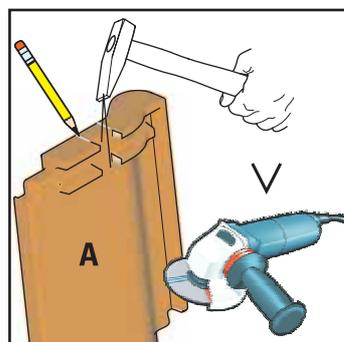

Figura 3-13 Contrassegnare i punti in cui i ganci da tetto attraversano le tegole e rimuovere le costole delle tegole
15. Staccare le costole inferiori delle tegole nei punti di attraversamento contrassegnati dei ganci da tetto oppure eliminarle con la troncatrice alla mola (Figura 3-13).